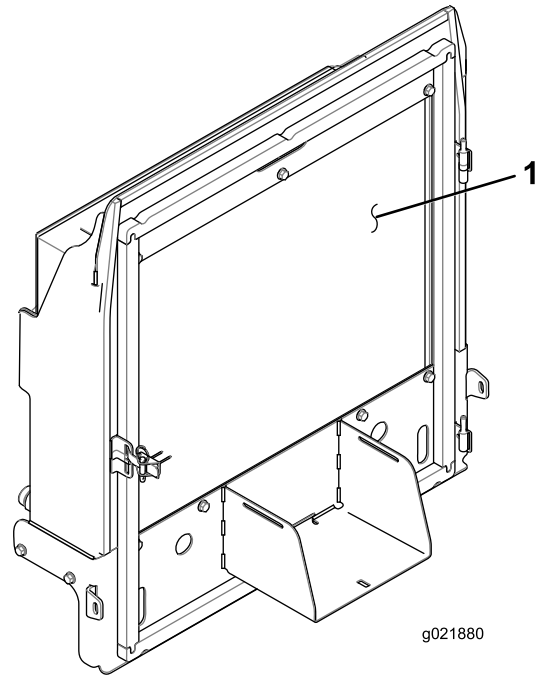

Bild 83
4. Reinigen Sie beide Seiten des Ölkühlers und des Kühlers gründlich mit Druckluft (Bild 83).